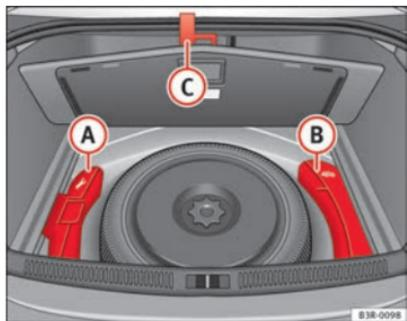

Fig. 180 Caja de las herramientas y gato
Las herramientas de a bordo (A) y el gato (B) ⇒ fig. 180 se encuentran en el maletero, debajo de la superficie de carga.
- Enganche el asa (C) en la junta del maletero.